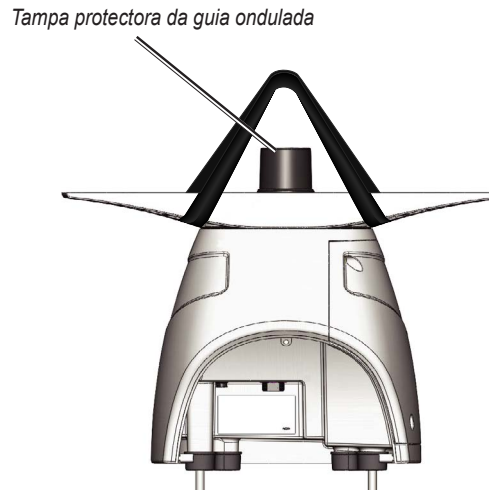

Figura 5
2. Erga o radar até à sua posição utilizando a correia fornecida. Posicione a correia por cima das extremidades da antena, conforme mostrado na Figura 5. Certifique-se de que posiciona a correia o mais perto possível do radar.